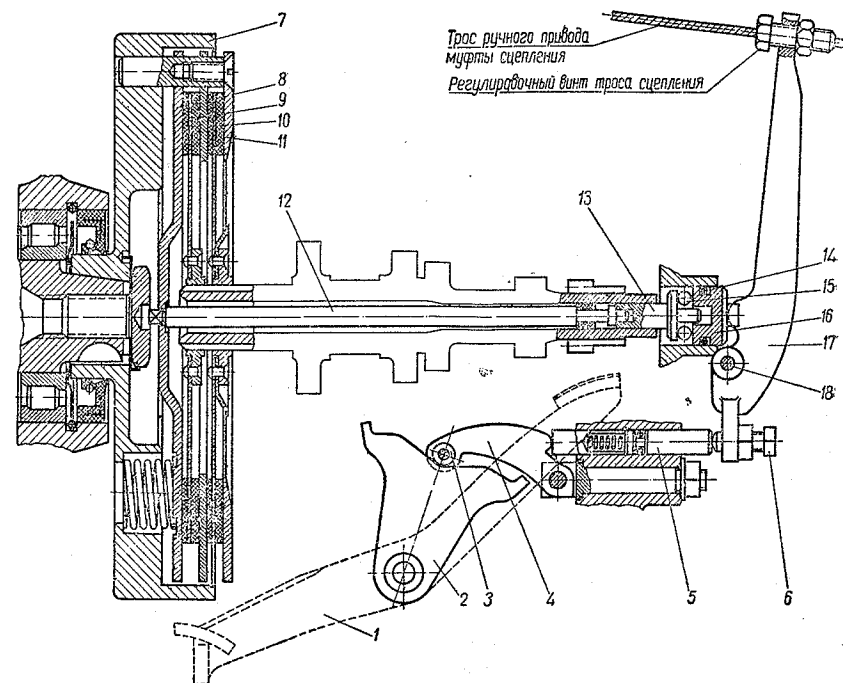

Рис. 20. Сцепление и механизм автоматического выключения сцепления при переключении передач:
Сцепление двухдисковое сухое состоит из ведомых и ведущих частей и механизма выключения сцепления (см. рис. 20). К ведущим частям сцепления относятся маховик 7 и диски (нажимной 8, промежуточный 9 и упорный 11), которые установлены на пальцы маховика.
4. Механизм автоматического выключения сцепления регулируется по мере надобности регулировочным болтом *б* (рис. 20). При правильной регулировке зазор между концом регулировочного болта и промежуточным штоком должен быть в пределах 0,05—0,20 мм. Зазор проверять щупом. Для измерения зазора торцы болта и штока отодвигаются друг от друга с небольшим усилием концом отвертки. Наличие зазора между регулировочным болтом и штоком может быть определено по наличию свободного хода при покачивании педали ножного переключения передач. Неправильная регулировка приведет к преждевременному выходу коробки передач из строя. По окончании регулировки необходимо регулировочный болт законтрить контргайкой. Ручной привод механизма выключения сцепления регулируется регулировочным винтом троса сцепления. Ручной привод должен быть отрегулирован так, чтобы величина хода штока *12* при ручном выключении сцепления не превышала ход штока при автоматическом выключении сцепления. Проверка правильности регулировки ручного привода производится так: нажимом ноги на педаль ножного переключения производится полное включение (до упора) какой-либо передачи. При этом наружный конец рычага ручного привода выключения сцепления должен свободно отводиться до рукоятки на руле. При этом в нормальном положении свободный ход конца рычага не должен превышать 20 мм. При неотрегулированном механизме выключения сцепления эксплуатация мотоцикла запрещается.